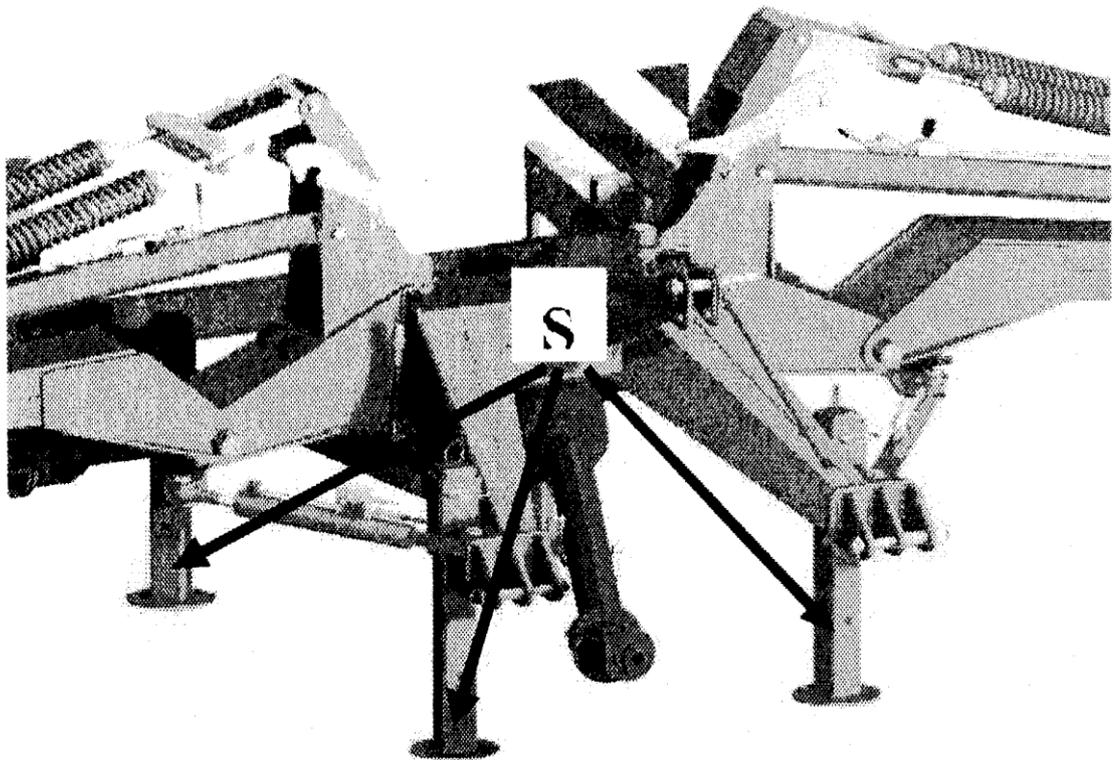

Рис. 23 Опорные стойки
- поднять косилку при помощи гидронавесного устройства трактора на тягах трактора так, чтобы цапфы рамы навески располагались на уровне не менее 50 см над землей (рис. 23),